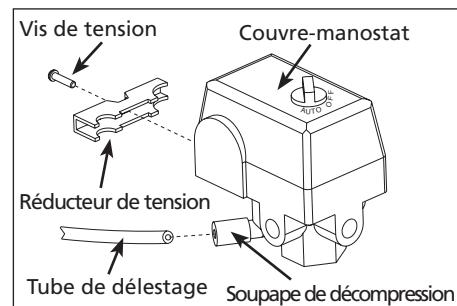

Figure 4
- Connectez le tube de délestage à la soupape de décompression. Poussez bien le tube de délestage au fond de la soupape pour qu'il soit bien assis. (Voir Figure 4).
- Connectez les trois fils (noir, blanc et vert) du cordon souple aux bornes sur le nouveau manostat. Connectez les trois fils (noir, blanc et vert) du cordon du moteur aux bornes du nouveau manostat. Reportez-vous au diagramme de câblage à l'intérieur du couvre-manostat. Utilisez le nouveau jeu de vis de masse et les nouvelles vis de tension incluses avec le nouveau manostat. Jetez les vieilles vis. Installez un des nouveaux réducteurs de tension inclus. Choisissez celui qui ressemble le plus à l'ancien. (Voir Figure 4).